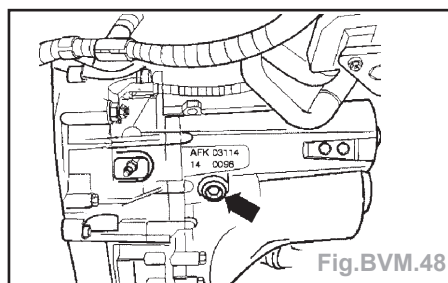

Fig.BVM.48
- Dévisser complètement la vis pour le contrôle de l'huile de BV (flèche) (Fig.BVM.48).